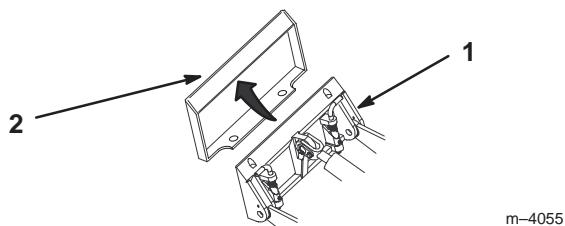

Figure 20
4. Placez la plaque de montage dans le bord supérieur de la plaque d'accrochage de l'accessoire (Fig. 20).